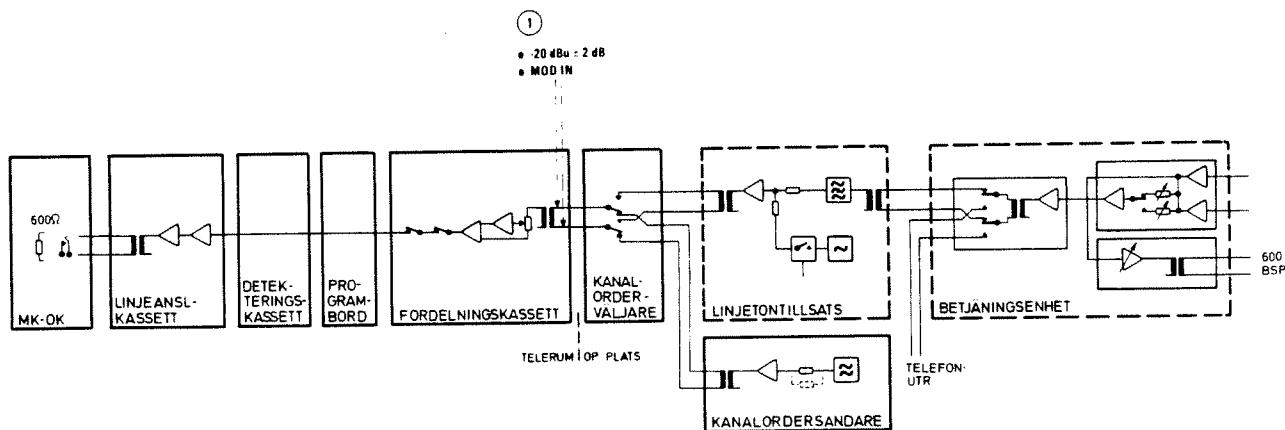

Bild 3
- Anslut nivåmetern till mätuttagen MOD IN, pos 1 bild 3, på fördelningskassetten.